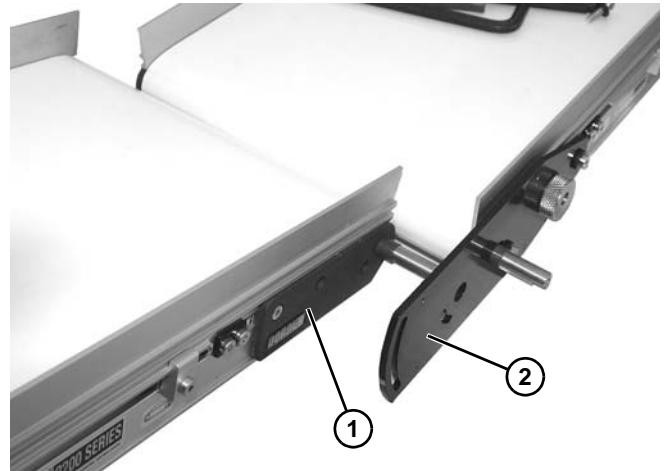

Figura 18
5. Instale el extremo tensor del transportador de transmisión (**Figura 18, artículo 1**) en la placa de transmisión esclava (**Figura 18, artículo 2**).